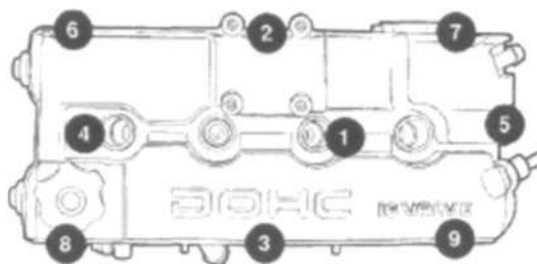

Рис. 25 Последовательность затяжки крышки головки блока (показана типовая крышка)
(4) Установить узел крышки головки блока на головку. Установить все болты так, чтобы два (2) болта с уплотнительными шайбами располагались в центральных частях крышки. Затянуть болты в указанной последовательности (Рис. 25). Затяжку производить в три этапа следующим образом: